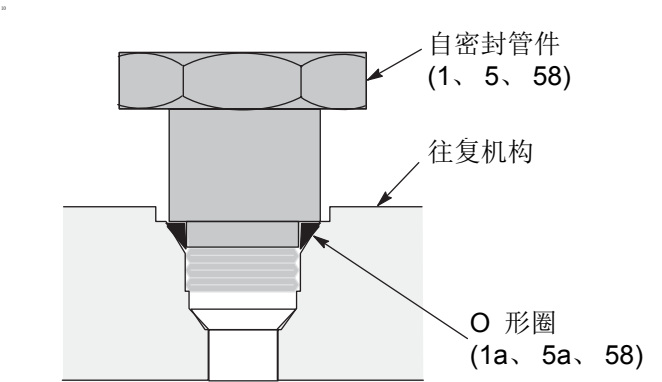

图 4
4. 缓慢地松动液压供给（58）和回路（5）管件，以释放掉任何压力，然后卸下软管。在管件和软管末端安装插头。检查管件上的 O 形圈（5a、58a），如果其磨损或损坏则进行更换。请参见图 4 和零配件图。
3. 松开液体管 (45) 上的螺母。使用扳手将管件 (1、58) 转到一端，然后卸下管子 (45)。检查管件上的 O 形圈 (1a、58a)，如果其磨损或损坏则进行更换。在管件中安装插头以避免造成污染。(图 4)